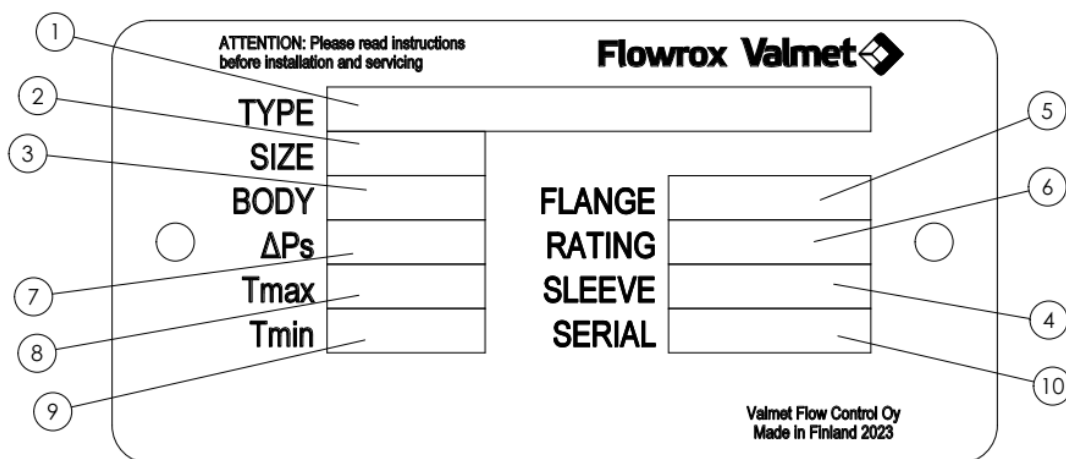

Abbildung 1. Schild
-Identifikationsschilder sind in Abbildung 1 dargestellt.